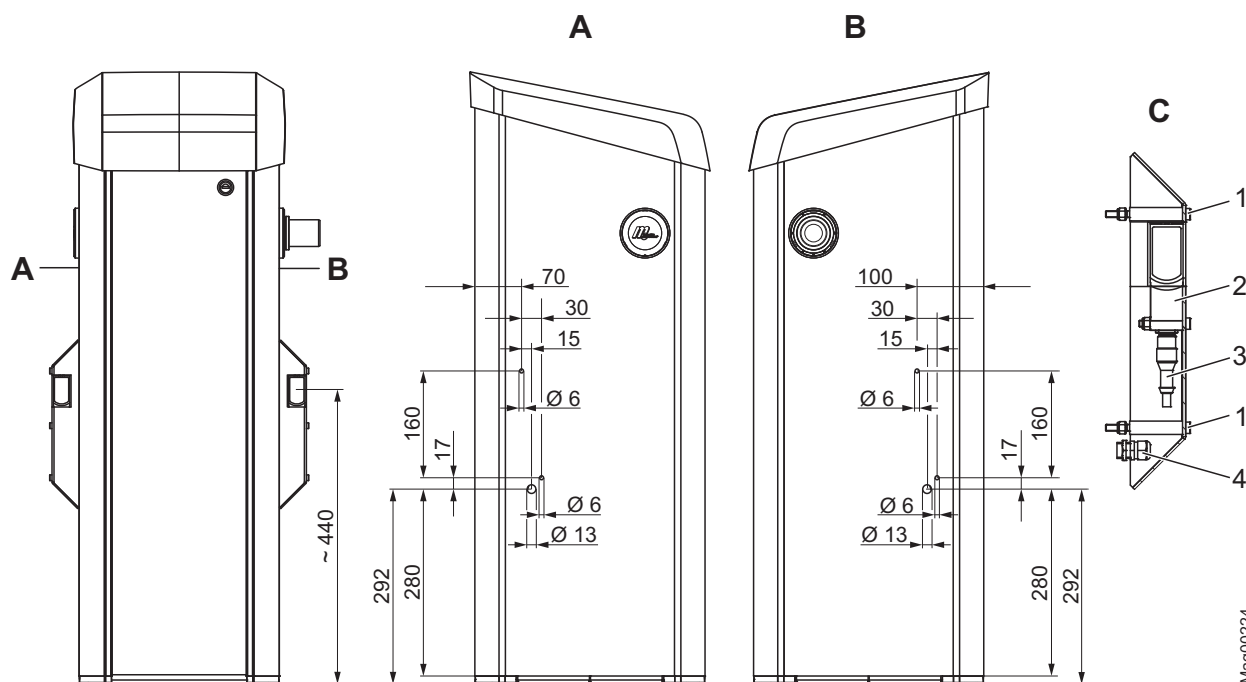

Fig. 25: Monter lysporthuset til senderen på bomhuset
1. Hullene for lysporthuset må bores i henhold til Fig. 25 på bomhuset.